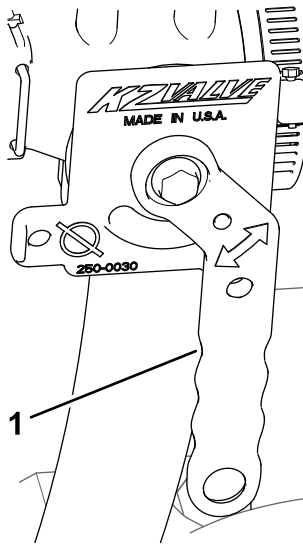

Figura 42
4. Gire la maneta de la válvula de cierre del eyector a la posición de abierto (Figura 42).
5. Cierre la válvula del eyector; consulte la Figura 42 de Arranque del eyector (página 22).